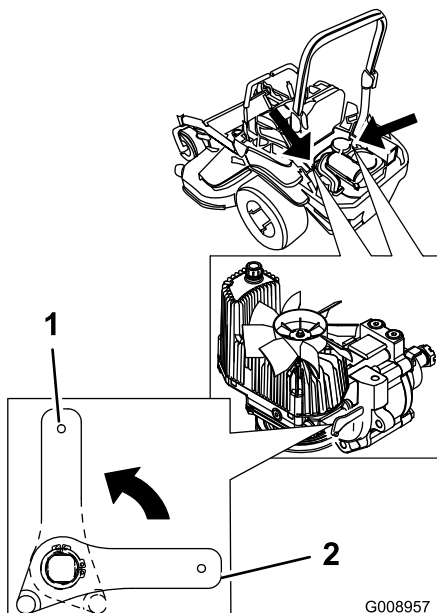

Figure 39
2. Tournez les leviers des vannes de déblocage en position verticale pour pousser la machine (Figure 39).
4. Tournez les leviers des vannes de déblocage en position horizontale pour utiliser la machine (Figure 39).